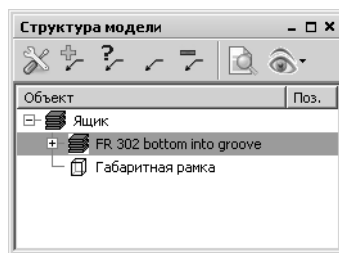

Рис. 18.24.
- ▼ Габаритная рамка должна входить в состав объекта (рис. 18.24).